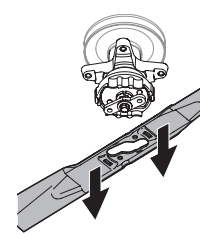

Figura 5
- Cuando el orificio del centro de la cuchilla se alinee con el retenedor de cuchillas del tractor, baje la cuchilla con cuidado. Vea la Figura 5.